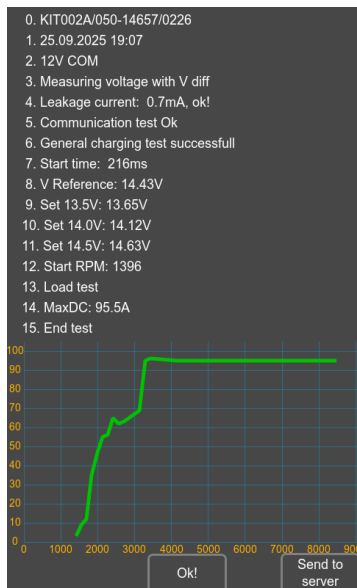

Rysunek 14
Wg terminalów w złączu na rys. 14 najpierw określamy typ alternatora. W tym przypadku terminal C i przynależność do japońskiego samochodu określa typ alternatora jako **C JAPAN**. Następnie, zgodnie z załącznikiem 1, należy określić, które złącze diagnostyczne stanowiska należy podłączyć do terminali w złączu alternatora, schemat podłączenia podano w tabeli 3.
7.1. Po naciśnięciu przycisku „**Autotest start**” otworzy się okno ustawień autotestu (patrz rys. 14), w którym można ustawić następujące parametry: